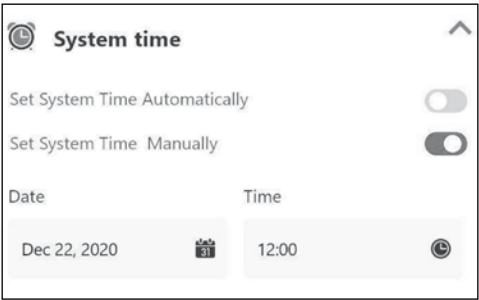

Рис. 50
**Настройка системного времени (рис. 50)**